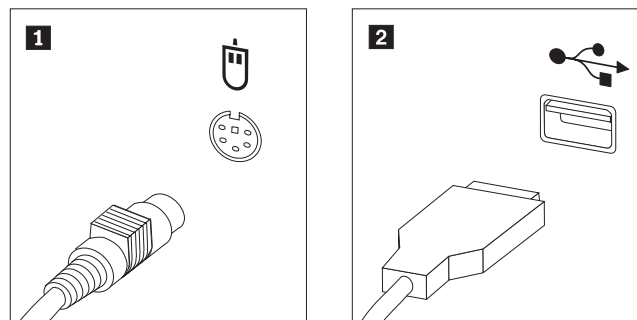

Figura 30. Sustitución de un ratón
3. Localice el conector del ratón. Consulte la Figura 30 y el apartado “Ubicación de los controles y conectores en la parte frontal del sistema” en la página 5 o “Ubicación de los conectores en la parte posterior del sistema” en la página 6.